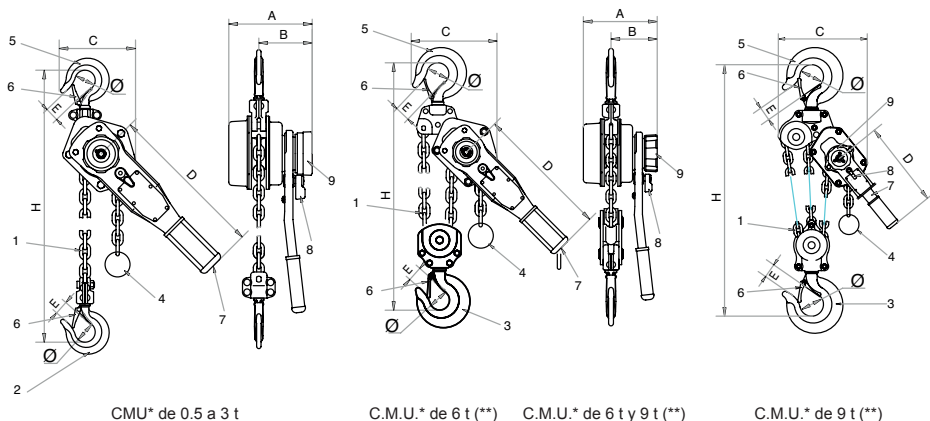
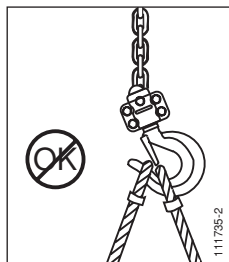

Fig. 1
Fig. 2
El polipasto bravo™ se suministra equipado con una cadena de elevación (ítem 1, fig. 1) con una altura estándar de levantamiento de 1.50 m. La cadena de elevación de los modelos de 0.5 t a 3 t está constituida de un solo ramal con un gancho de elevación en su
extremo (ítem 2, fig. 1). La cadena de elevación (ítem 1, fig. 1) del modelo 6 t está constituida de 2 ramales y un gancho de elevación con polipasto (ítem 3, fig. 1). La cadena de elevación (ítem 1, fig. 1) del modelo 9 t está constituida de 3 ramales y un gancho de elevación con polipasto (ítem 3, fig. 1).
El extremo libre de la cadena está equipado con un tope de fin de carrera bajo (ítem 4, fig. 1).
1. Verificar que el polipasto bravo™ está correctamente suspendido de su gancho de suspensión (ítem 5, fig. 1) y que la lengüeta de seguridad del gancho (ítem 6, fig. 1) está bien cerrada (ver las fig. 2 y 3).
1. De que el accesorio de amarre de la carga descansa en la base del gancho y no impida el cierre de la lengüeta de seguridad (ver las fig. 2 y 3).
El polipasto bravo™ se maneja con una palanca (ítem 7, fig. 1), accionada por el operario con un movimiento de vaivén para subir, bajar, o tirar de una carga o aplicar una tensión.
2. Poner la manecilla del selector (ítem 8, fig. 1) de movimiento en la posición neutra "0".